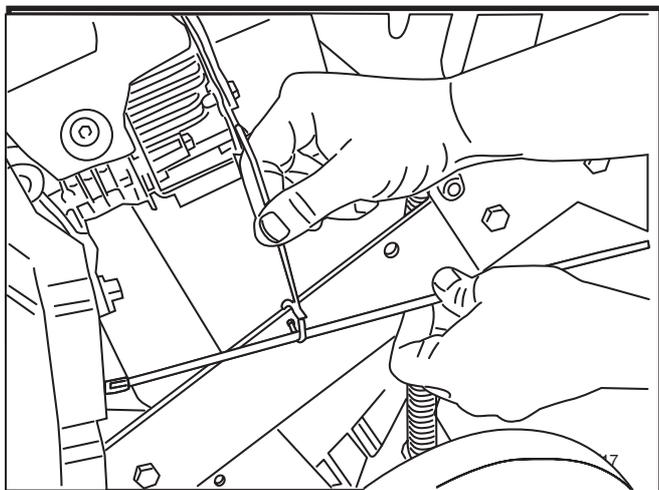

FIGURE 10
22. Attachez le câble au guidon. Voir la Figure 10.